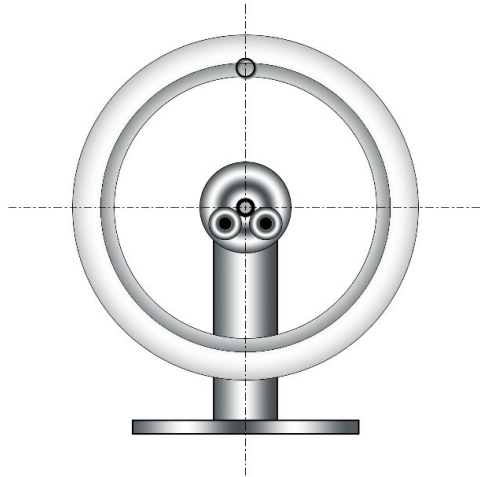

Figure 1 : Jante de repos sans pneu
- Lorsque la jante ne bouge plus, le point le plus léger est en haut (voir Fig. 1).
- Pour les étapes à suivre, il est utile de marquer le point le plus léger (point sur Fig. 1 ci-dessus). Pour cela, vous pouvez utiliser de la craie à l'huile ou du ruban adhésif.